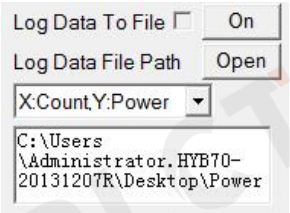

图 9 数据存储区域
(5) ①图 9 为区域 5 数据存储区域，当在区域 4 设定好参数，开始测量前，单击“On”，即可开始存储数据，存储路径可随意更改；在未保存数据模式下，